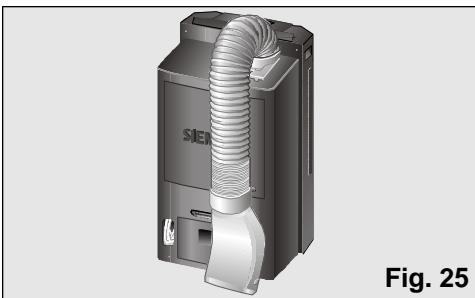

Fig. 25
- Para ello doblar el tubo hacia la parte trasera del equipo y sujetarlo por el enganche difusor, **Fig. 25 y 26**.